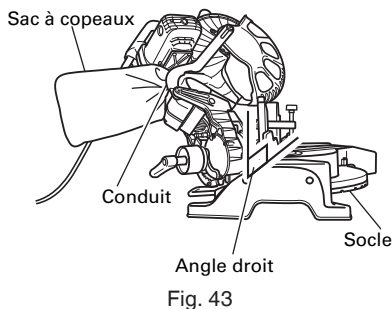

Fig. 43
- (1) Si le sac à copeaux est plein, les copeaux sortent du sac quand la lame tourne. Vérifier le sac à copeaux périodiquement et le vider avant qu'il ne soit plein.
- (2) Lors d'une coupe de biseau ou d'une coupe mixte, fixer le sac à copeaux à angle droit sur la surface du socle comme indiqué à la Fig. 43.